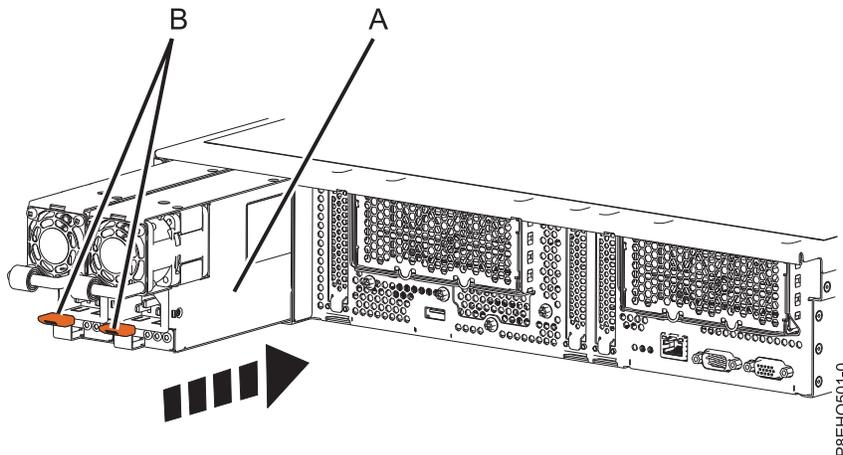

Figura 53. Sustitución de una fuente de alimentación del sistema
2. Alinee la fuente de alimentación (A) con la bahía y deslice la fuente de alimentación en el sistema hasta que el pestillo de color terracota (B) quede bloqueado en su sitio. Consulte la Figura 53.